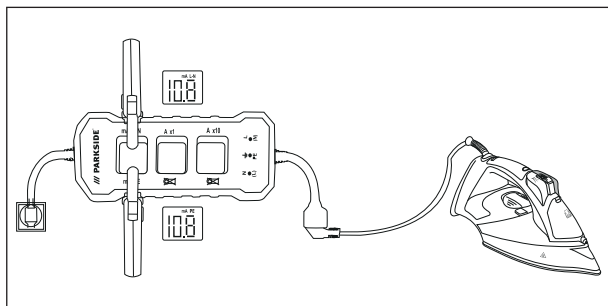

Fig. 2
- 4) Leia o valor direto da corrente de fuga (condutor PE) no aro **mA PE 7** ou o valor indireto/diferencial da corrente de fuga (condutor L-N) no aro **mA L-N 1** (ver fig. 2).